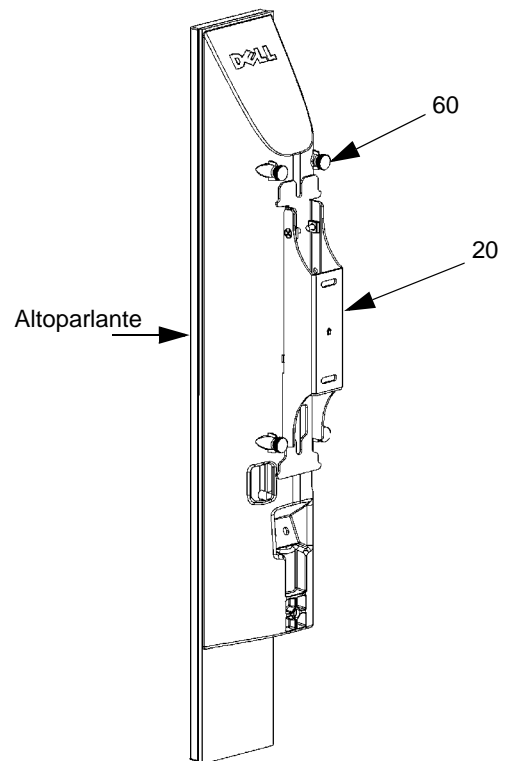

Figura 15. Allentare le quattro viti ad alette
1. Tenendo l'altoparlante con una mano, allentare le quattro viti ad alette (60) che fissano l'altoparlante alla staffa (20). Vedere la figura 15.